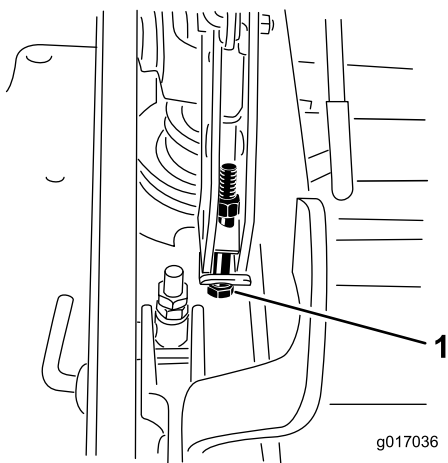

**Figura 87**
12. Para ajustar el sistema de ajuste de un solo punto, afloje los dos pernos situados cerca del borde inferior de la pletina de altura de corte. Consulte Figura 87.
14. Apriete los dos pernos situados cerca del borde inferior de la pletina de altura de corte (Figura 87). Apriete a 37–45 Nm (27–33 pies-libra).